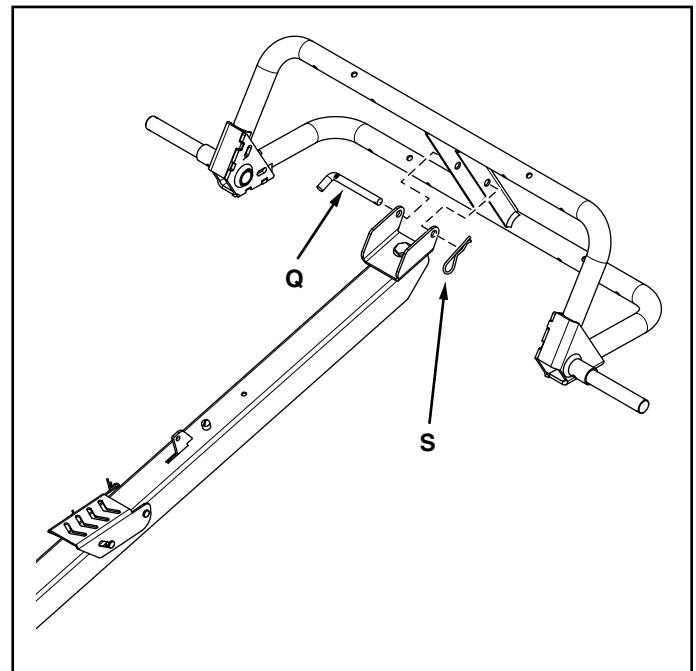
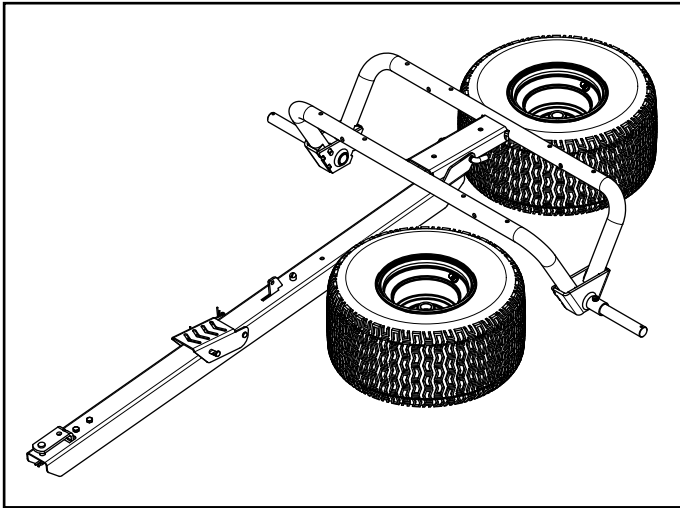

FIGURE 7
FIGURE 8
STEP 7: (SEE FIGURE 7)
1. Attach the tongue assembly to the wheel support using the channel pivot pin (Q) and a 3/32" hair cotter pin (S).
STEP 8: (SEE FIGURE 8)
1. Attacher l'essieu (9) au support de roues avec une vis à tête hexagonale de 5/16 po x 1-3/4 po (B) et un écrou-frein de 5/16 po (H). Répétez cette étape pour attacher l'autre essieu au côté opposé.
ÉTAPE 7 : (VOIR FIGURE 7)
1. Attacher le timon au support de roues avec l'axe de pivotement (Q) et une goupille fendue en épingle de 3/32 po (S).
ÉTAPE 8 : (VOIR FIGURE 8)